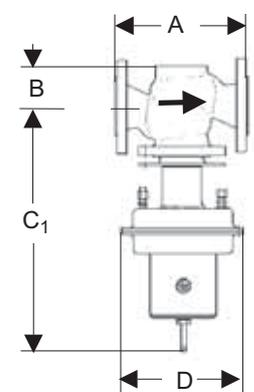

Рис. 2
- Исполнение с закрытой пружиной, уплотнением по настроочному винту и дренажным отверстием G3/8 (рис. 2)